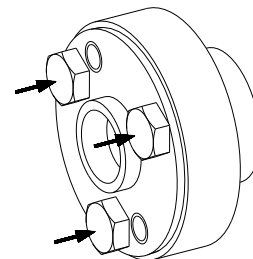
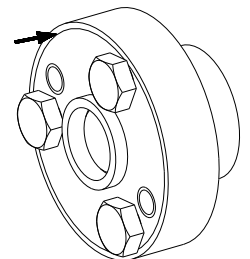

Fig 7: Serrer les vis
Fig 8: Contrôle visuel
- Serrer les vis dans l'ordre et en plusieurs fois (voir la figure 7) jusqu'à ce que les faces des bagues extérieure et intérieure sont alignées. Le serrage correct de la bague extérieure et intérieure peut donc être vérifié visuellement (voir Figure 8).